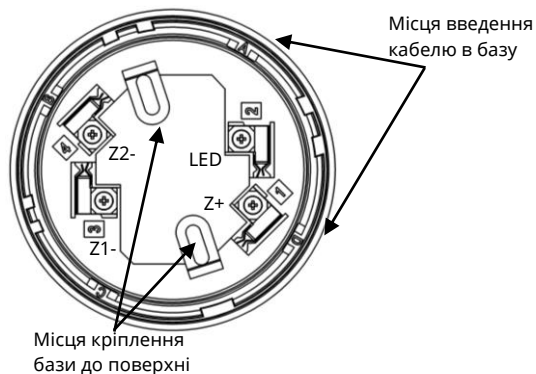
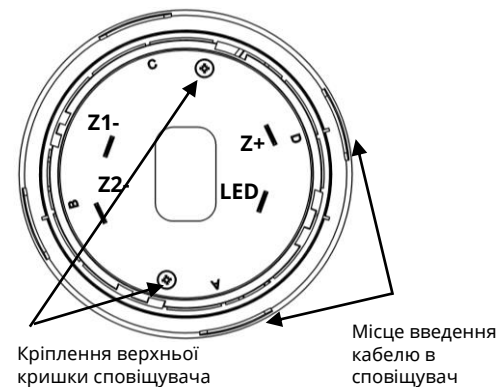

Рисунок 1 – Розташування клем на базі сповіщувача
Рисунок 2 – Вигляд сповіщувача з боку контактів
- 2) викрутити 2 шурупи з боку контактів на корпусі сповіщувача (рис. 1) і, утримуючи викруткою фіксатор термістора, зняти верхню кришку, зняти фіксатор термістора;
- 2) встановити базу на рівній поверхні, прикріпити шурупами або гвинтами згідно рис. 1, після затягування яких база не повинна бути деформована;
- 3) закріпити дроти ШС в гвинтових клемах бази відповідно до рис. 1 і таблиці 1. В базі сповіщувача чотири клеми;
4.5 Для випадків, коли кабель всередину бази заводять збоку, в самій базі та в кришці сповіщувача передбачені вікна, за потреби в яких вирізають отвори. Ці вікна промарковані літерами «А», «В», «С», «D» (рис.1, рис.2).